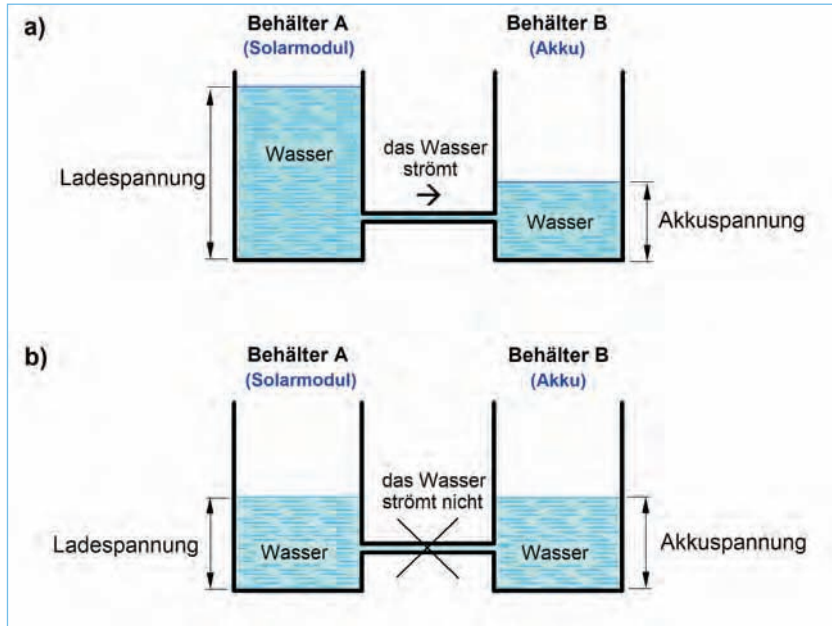

Abb. 7.7 – Wie kräftig (und wie lange) das Wasser von Wasserbehälter **A** in **B** strömt, hängt von dem Höhenunterschied der Wasserspiegel in den Behältern ab.
Beispiel von zwei Wasserbehältern, die miteinander nach *Abb. 7.7* mit einem Wasserrohr verbunden sind.
Ein Laderegler kann jedoch den eigentlichen Ladestrom in die Batterie nicht hineinpumpen, sondern nur auf ähnliche Weise hineinfließen lassen wie das Verbindungsrohr zwischen den zwei Wasserbehältern in *Abb. 7.7*. Die Höhe des jeweiligen Ladestroms bestimmt dabei die Batterie selbst – vorausgesetzt das Solarmodul ist im Stande den Ladestrom zu liefern. In dem Beispiel mit den zwei Wasser-
- Durch parallelen Anschluss einer weiteren Batterie an die bestehende Anlagenbatterie verringert sich der Innenwiderstand des geladenen Energiespeichers, woraufhin der Ladestrom steigt. Nicht vergessen: Wie bereits in Zusammenhang mit *Abb. 7.7* erklärt wurde, ist ein Spannungsausgleich beider Batterien vor ihrer leitenden Verbindung erforderlich.